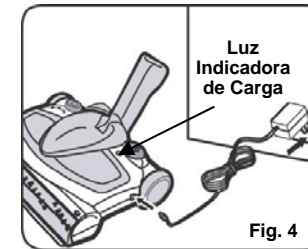

Fig. 4
1. Conecte el enchufe del cargador en el conector o agujero del costado de la barredora. Enchufe el cargador en un tomacorriente. (120V., 60Hz.). Use únicamente el cargador Kuantech KA12D120015023U. (Fig. 4)